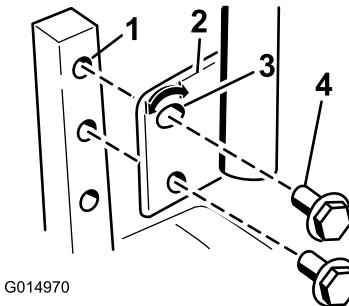

Figura 27
1. Retire los 2 pernos que fijan la palanca de control al brazo de la palanca (Figura 27).
3. Sujete la palanca con los 2 pernos (Figura 27).
control (Figura 27). Apriete ambos pernos para fijar el control en la posición nueva.